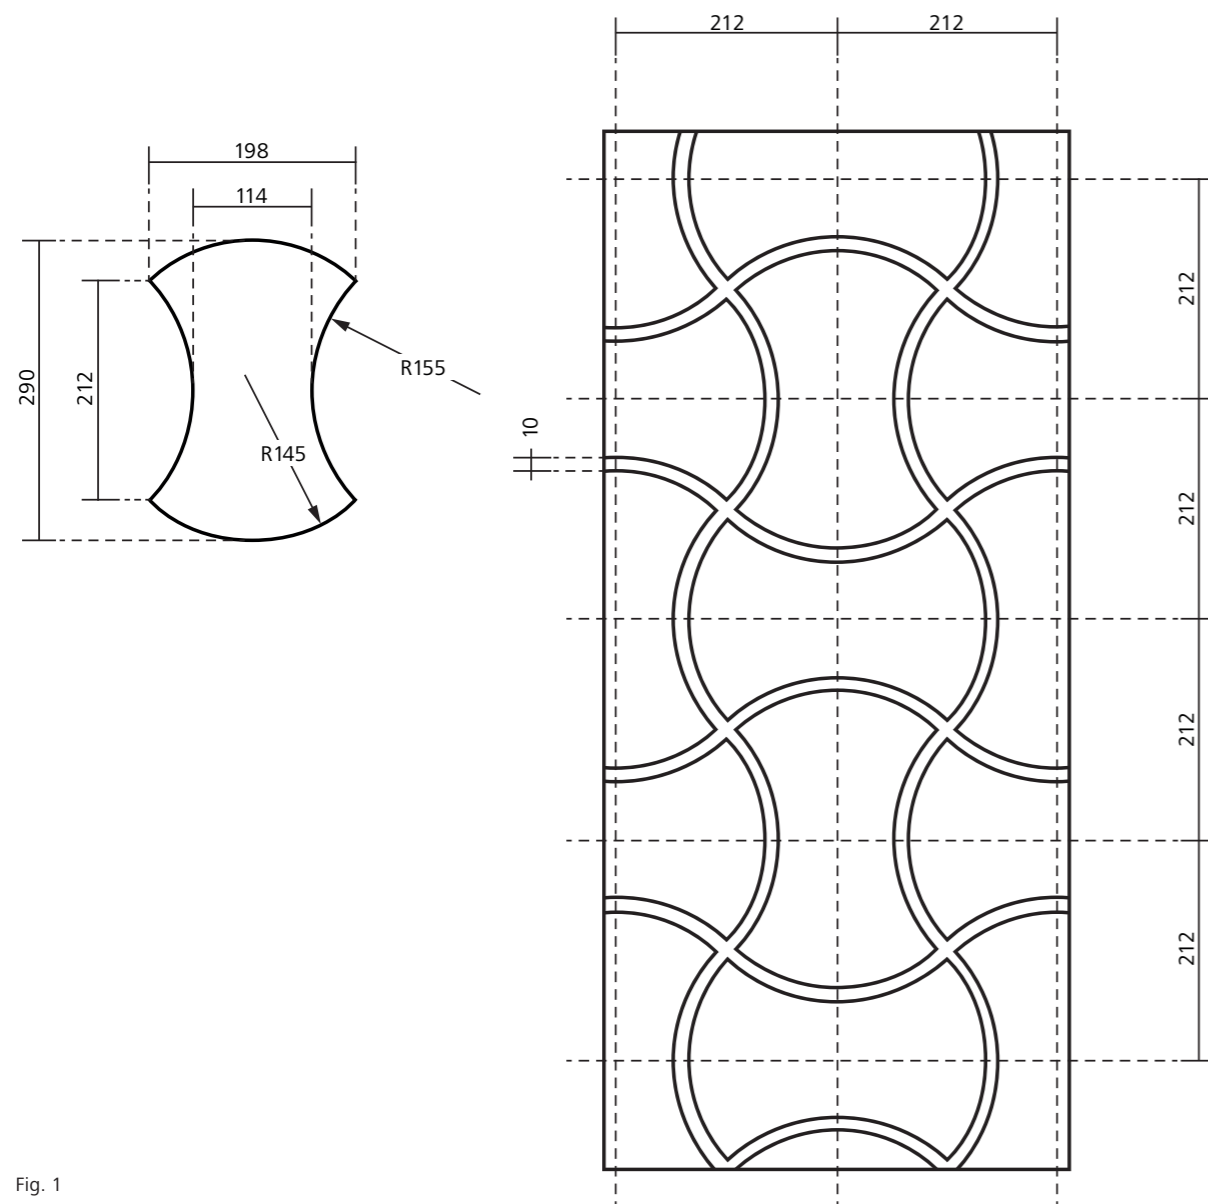

Fig. 1
- Per realizzare la sagoma per la produzione occorre un disegno DXF o DWG del formato in scala 1 : 1. La base è un disegno in scala del motivo e del/i singolo/i formato/i. Nel disegno si deve tenere conto / indicare la larghezza dei giunti (vedi Fig. 1).